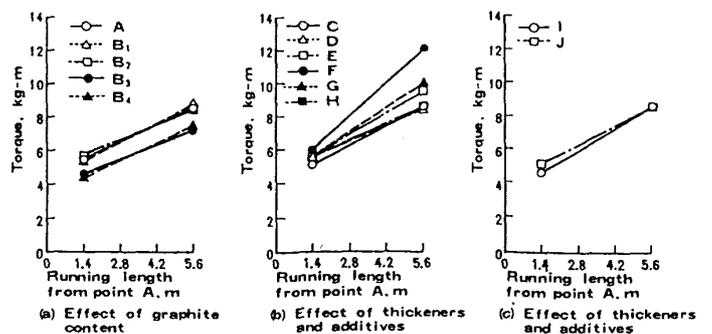

Fig.3 Relation between Torque and Running Length.
(2) 最初のストロークにおいてPoint Aから1.4mと5.6mの位置のトルクの変化を示したのがFig.3である。保持性と同様に、グラファイト含有量の多いものがトルクの上昇の傾きが小さく、延び性にも優れている。グラファイト量の多いHも優れた延び性を示している。